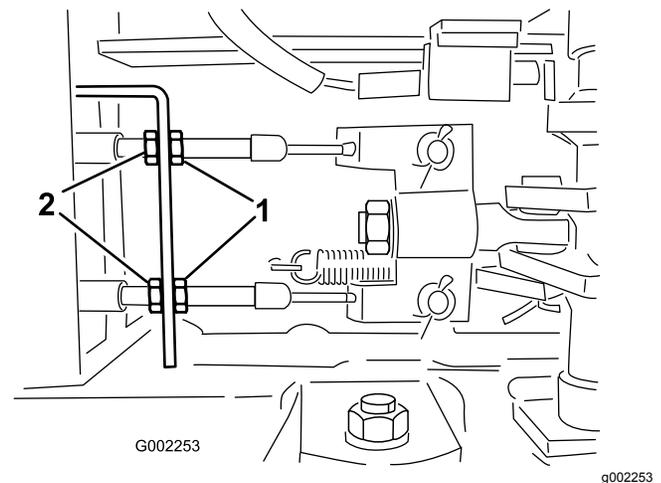

Figura 68
5. Afloje las tuercas delanteras de los cables de freno, debajo del extremo delantero del fumigador (Figura 68).
6. Apriete las tuercas traseras en la misma cantidad hasta que el pedal de freno recorra entre 1 a 2 cm antes de que se note resistencia (Figura 68).